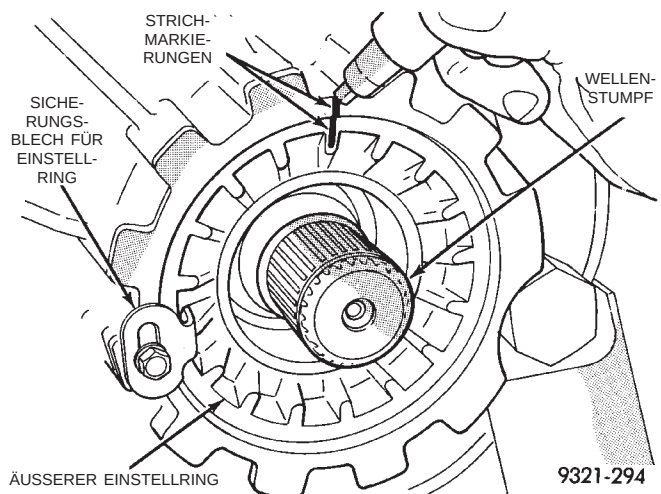

Abb. 56 Strich am äußeren Einstellring zeichnen
(1) Getriebe auf N schalten und Fahrzeug auf Hebebühne anheben.
(2) Kurze Antriebswelle ausbauen.
(3) Strich über äußeren Einstellring und Gehäuse zeichnen (Abb. 56).